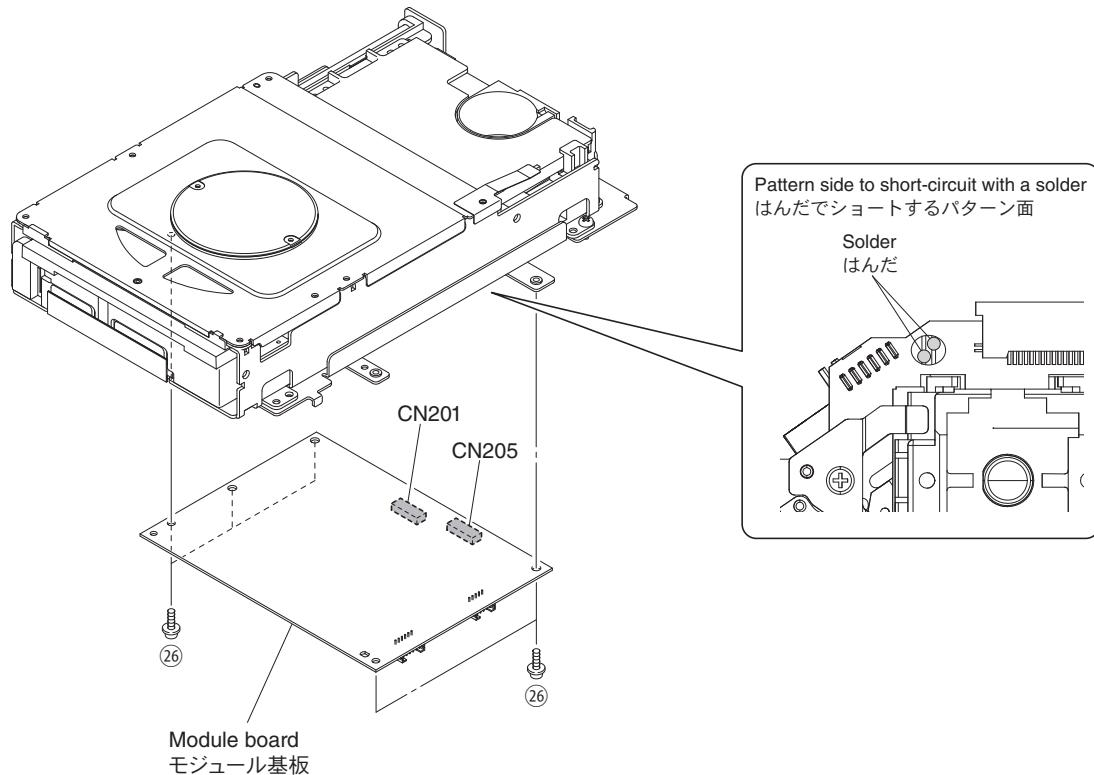

Fig. 11
- Solder the lands in the P.C.B. of the loader mechanism unit with the anti-static soldering iron. (Fig. 11)
- Remove CN102 and CN103. (Fig. 11)
- Remove 5 screws (⑯). (Fig. 11)
- Remove the module board. (Fig. 11)
- ローダーメカユニットのP.C.B.上の端子間を静電気対策はんだこてを使用してショートします。 (Fig. 11)
- CN201、CN205を外します。 (Fig. 11)
- ⑯のネジ5本を外します。 (Fig. 11)
- モジュール基板を外します。 (Fig. 11)